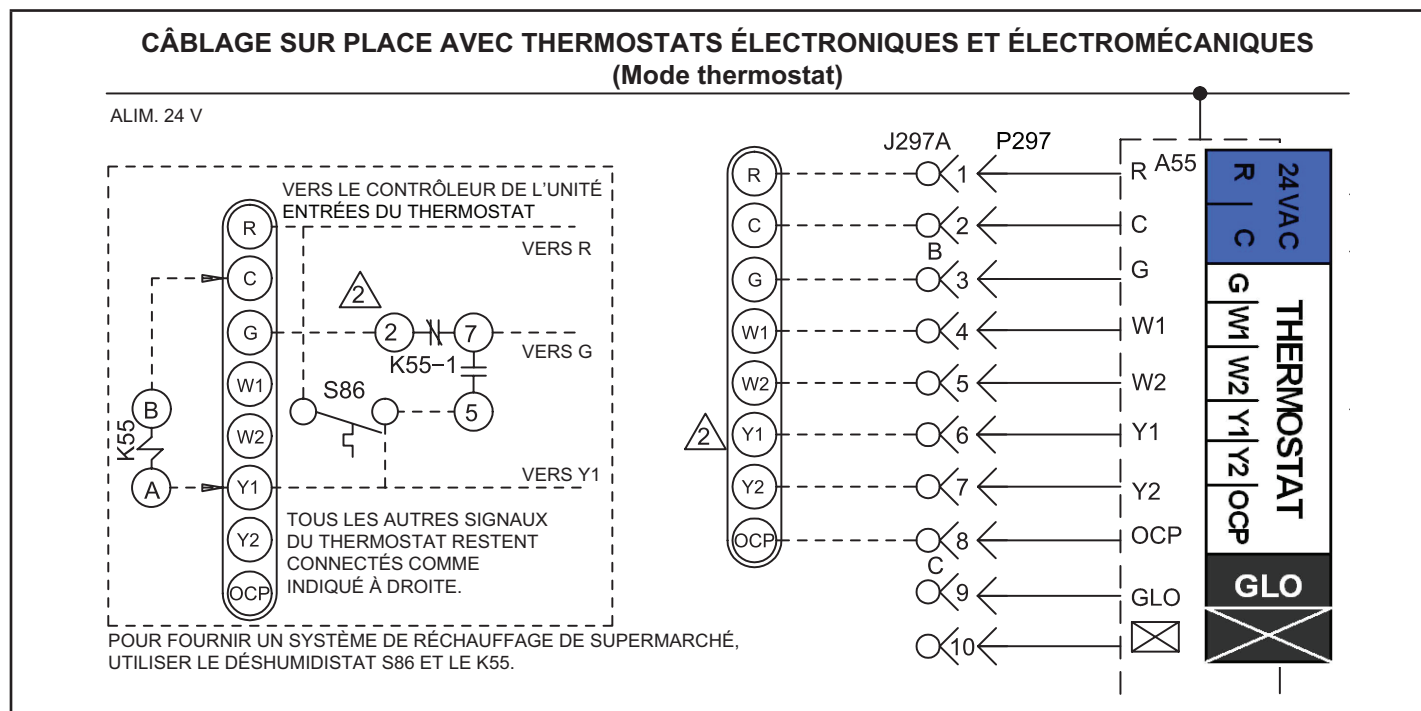
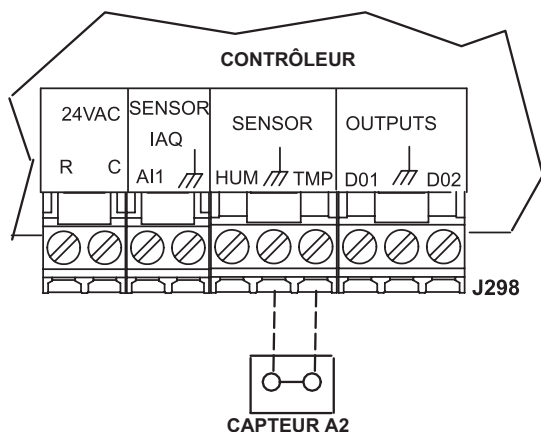
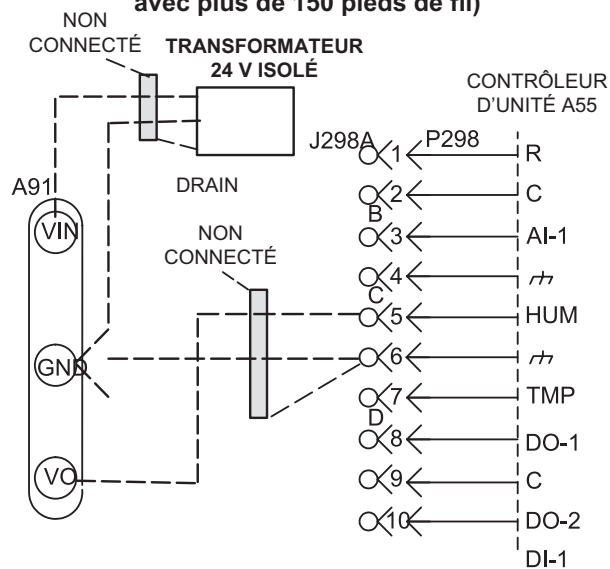
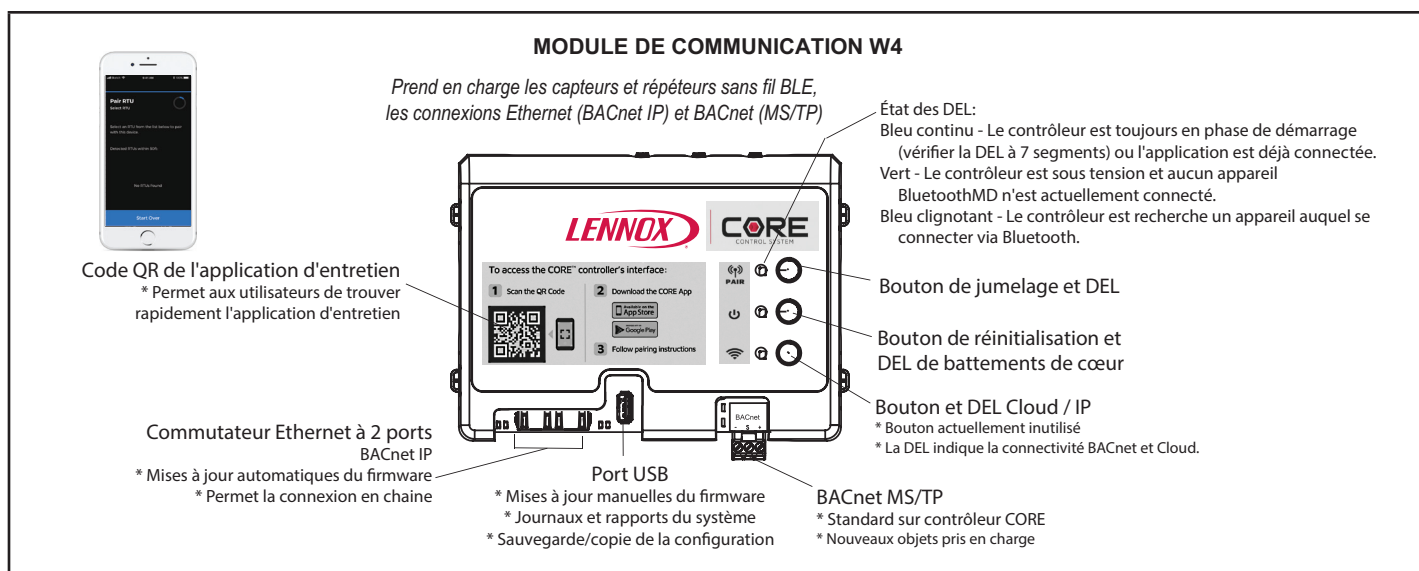

FIGURE 15
FIGURE 16
FIGURE 19
FIGURE 21
- 4 - Câbler comme indiqué à la FIGURE 15 pour les thermostats électromécaniques et électroniques. En cas d'utilisation d'autres dispositifs de contrôle de la température ou de systèmes de gestion de l'énergie, se reporter aux instructions et au schéma de câblage fournis par le fabricant.
Le contrôleur de l'unité fera fonctionner le chauffage et la climatisation en fonction des points de consigne internes du contrôleur de l'unité et de la température du capteur de zone A2. Un panneau de contrôle réseau (NCP) optionnel peut également être utilisé pour fournir les points de consigne. Un thermostat ou un capteur de reprise d'air peut être utilisé comme mode de secours. Effectuer les connexions de câblage du capteur de zone comme indiqué à la FIGURE 16.
- 2 - Effectuer les connexions de câblage comme indiqué à la FIGURE 15 pour le mode thermostat ou à la FIGURE 16 pour le mode capteur de zone. En outre, connecter un capteur d'humidité ou une entrée de déshumidification. Se reporter à la FIGURE 17 ou FIGURE 19 pour le câblage du capteur d'humidité ou à la FIGURE 18 pour le câblage de l'entrée de déshumidification.
Utiliser un transformateur 24 VCA local et isolé tel que le Lennox (no. Cat. 18M13) (20 VA minimum) pour alimenter le capteur d'humidité relative comme indiqué à la FIGURE 19. Utiliser deux câbles blindés contenant des paires torsadées de 20 AWG minimum avec un blindage global. Belden type 8762 ou 88760 (plénium) ou équivalent.
Voir l'aperçu du menu à la figure 19. Suivre les instructions de l'application dans les menus Installation, Intégration au réseau et Tests et équilibrage. Vérifier que l'application est paramétrée correctement pour l'unité (y compris la date et l'heure). Voir les figures 21, 22 et 23.